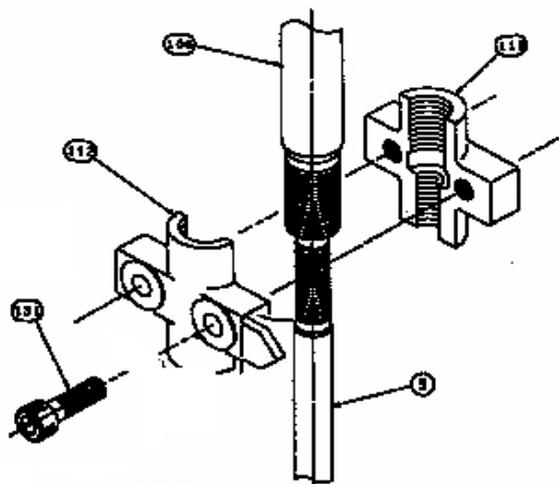
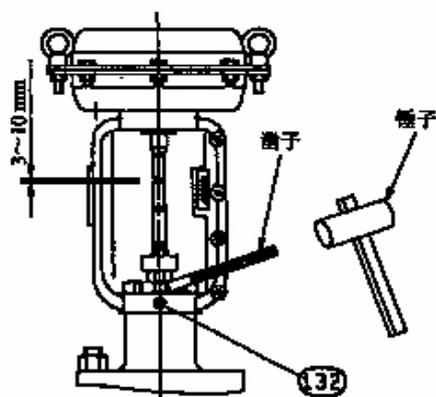

图 10-1.
图 10-3.
- 如图 10-1, 10-2 所示，紧固连接件 (112) 的内六角螺钉 (131) 松开后拆下连接件，如图 10-3 所示状态。
- 按照图 10-3，用长方头凿子对准支架螺母凹槽，用榔头敲击。注意，图 10-3 是将支架螺母紧固时凿子的方向。支架螺母的螺纹是右螺纹，所以从驱动部上方看逆时针方向是松开。
- 如图 10-3 所示将内六角定位螺钉 (132) 松开后，将执行机构从本体部分离。
- 支架按拆卸前的位置安装后，用内六角定位螺钉固定。将支架螺母按图 10-3 的要领紧固，对紧固工具的注意要点与拆卸时相同。
- 请按 4-1(2)项进行执行机构不平衡力调整，然后紧固连接件 ①12。